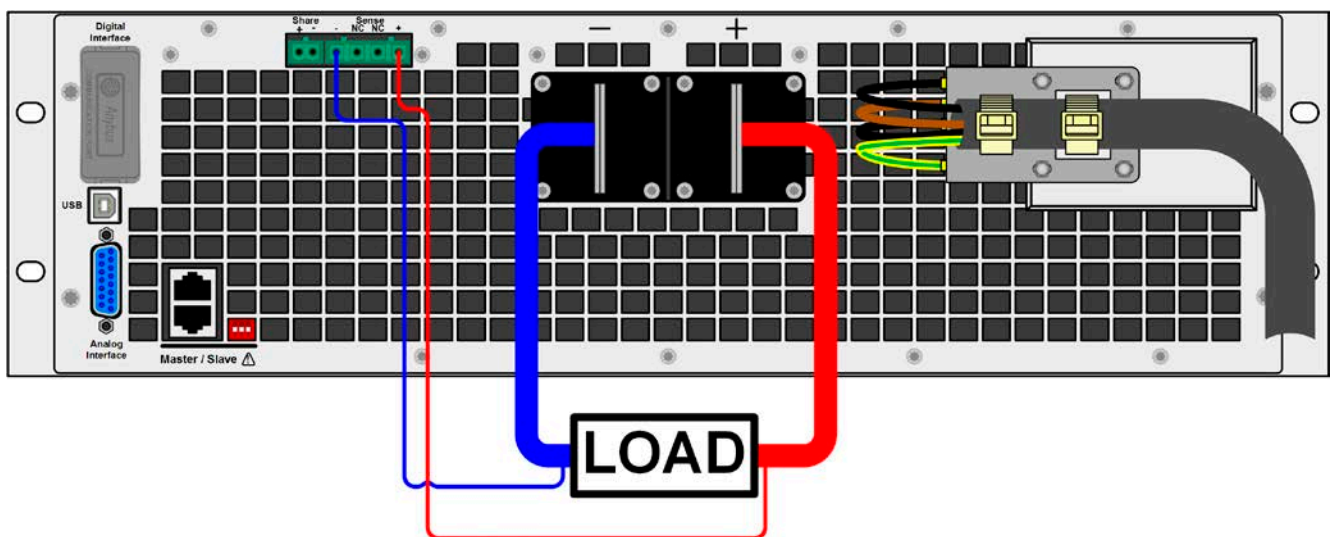

图 8 - 在源模式下与负载进行的远程感测接线举例（汇模式下的连线相同）
- 远程感测仅在恒压 (CV) 操作模式有效，而对于其它调整模式，感测输入端应悬空，因为连接后会增加震荡趋势。
- 感测线跟负载/电源之间要+与+，-与-相连，否则会损坏它们的感测输入端。见下面图8范例。